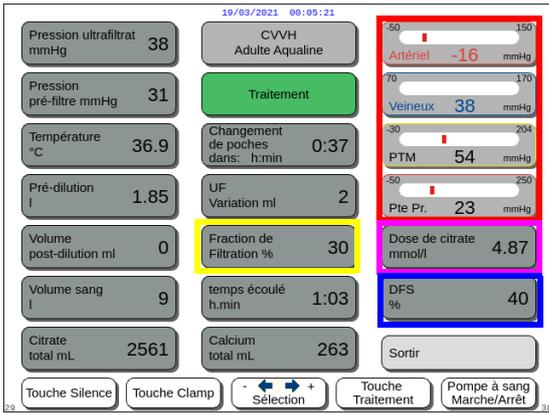

Fig. 170
- Fraction de filtration (%) (encadré jaune Fig. 170). La fraction de filtration est affectée par le débit pré-dilution, le débit post-dilution, le débit sanguin, le débit de citrate et le débit de calcium.
- Artériel, Veineux, PTM et Chute de pression (encadré rouge Fig. 170) Les pressions artérielle et veineuse, la PTM et la chute de pression sont affichées.
- Dose de citrate (mmol/l) (encadré magenta Fig. 170). Cette dose s’affiche lorsque la solution de citrate utilisée est programmée en mode Service. Si aucune solution de citrate n’est programmée, la valeur affichée est le rapport débit de citrate/débit sanguin en pourcentage. Attention : cet affichage est précis si la solution de citrate correspondante est programmée.
- DFS (%) (encadré bleu Fig. 170) Au-delà de 100 %, l’alarme Fuite de sang est activée.